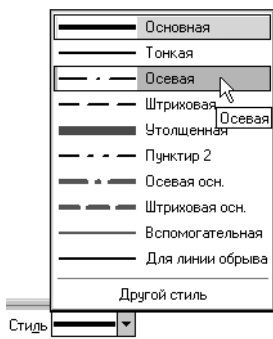

Рис. 9.14. Выбор стиля из списка
4. Выберите нужный стиль из раскрывающегося списка **Стиль** на Панели свойств (рис. 9.14).